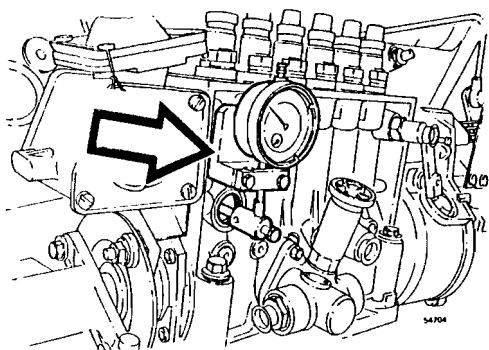

Fig. 222
- 7 Montar el comprobador en la fijación según la fig. 222. Cambiar la aguja del comprobador para poder montar el dispositivo de medición (la aguja se incluye en el 6848).